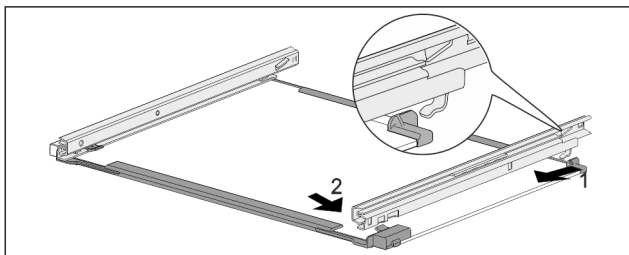

Fig. 191 Glasplade med skinner
- ▶ Fastgør skinnen bagtil. Fig. 191 (1)
- ▶ Lad skinnen gå i indgreb foran. Fig. 191 (2)